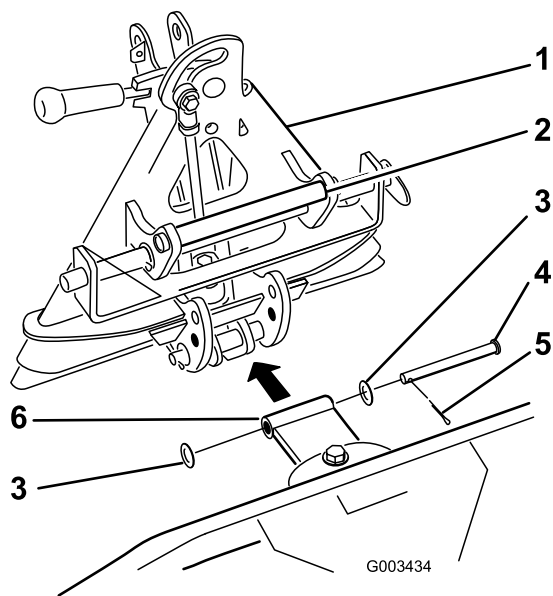

Figura 11
3. Conecte el soporte/pivote recto al adaptador según se muestra en Figura 11 con un pasador (1/2 x 4-1/2 pulgadas), 2 arandelas (0,531 x 1,063), y una chaveta.
Siempre levante y mueva el accesorio usando el asa situada en la parte trasera del adaptador de accesorios (Figura 11).